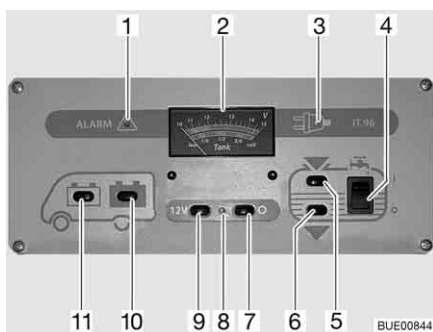

Bild 105 Panel IT 96-2
Med huvudbrytaren 12 V (Bild 105,7 och 9) kopplas panelen och bodelens 12 V-försörjning till eller från.
**Slå på:** ■ Tryck på knappen (Bild 105,9) "12 V": 12 V-försörjningen för bodelen är påslagen. Kontrolllampan (Bild 105,8) lyser grönt.
**Slå från:** ■ Tryck på knappen (Bild 105,7) "O": 12 V-försörjningen för bodelen är avstängd. Kontrolllampan (Bild 105,8) slocknar.
Med instrumentet V/tank (Bild 105,2) avläses den övre skalan. Instrumentets belysning tänds automatiskt när en knapp trycks in.
- Tryck på knappen (Bild 105,11) "": Startbatteriets spänning visas.
- Tryck på knappen (Bild 105,10) "": Bodelsbatteriets spänning visas.
På instrumentet V/tank kan vattennivån och avloppsvattennivån avläsas. På instrumentet V/tank (Bild 105,2) avläses den undre skalan. Instrumentets belysning tänds automatiskt när en knapp trycks in.
- Tryck på knappen (Bild 105,5) "": Vattenvolymen visas.
- Tryck på knappen (Bild 105,6) "": Avloppsvattenvolymen visas.
- Vippkontakten (Bild 105,4) trycks in upptill "I": Vattenförsörjningen är aktiverad.
- Vippkontakten (Bild 105,4) trycks in nedtill "O": Vattenförsörjningen är avstängd.
Den röda varningslampan "ALARM" (Bild 105,1) blinkar så snart spänningen i bodelsbatteri har sjunkit till under 11 V (mätning under pågående drift) och risk för djupurladdning föreligger.
Kontrollampan 12 V (Bild 105,8) lyser då huvudbrytaren 12 V (Bild 105,9) är inkopplad.
Den gula 230 V-kontrollampan (Bild 105,3) lyser när nätspänningen ligger på el-blockets ingång.